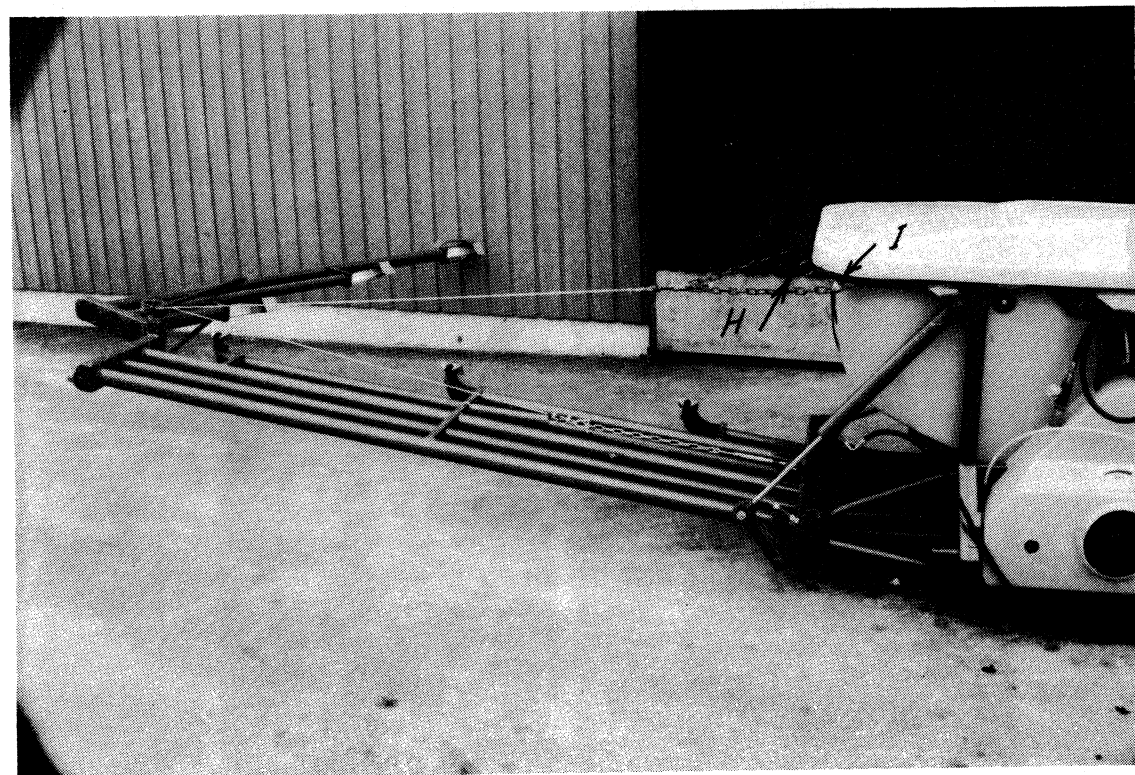

FIG 2.
2. Lyftcylindern monteras enligt bild 2. Det är lättare att först montera kolvstångsändan och därefter övre raminfästningen.
8. Bommarnas läsklaffar H bild 2 bytes ut mot längre, till vilka utlösningssnöret fästes. Med de nya läsklaffen är bommarnas transportläge en aning utåtvinklade för att underlätta nedfällningen.